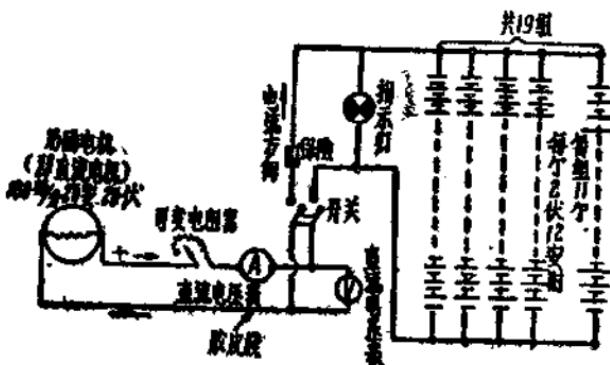

图2 充电接綫图
(1) 电池的額定电压2伏，容量是12安時(9片負極板) 励磁电机額定电压26伏、电流26安(励磁机銘牌上注的規格)。由于电池电压应配成低于电机額定电压2~4伏，故將2伏电池串联11个成一组，电压就是22伏(采取低于电机电压4伏)。每次充电池200个，即組成19組接电池的正、負极接在电机導綫上(通过控制設備后)，如图2。
(2) 充电电流，利用小电流緩慢充电法。200个电池的总綫电流用3~4安，但电机电流为26安，除去充电用4安外，尙余21~22安；这是考慮充新电池要花50~70小时的連續不断充电时仍可供給交流电机励磁用电，以便在充电时的夜間向外供电5.5瓩。